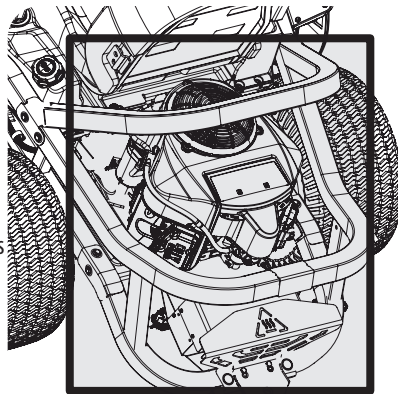

Figure 36
- Nettoyez autour des fusibles, les deux côtés des ailettes de refroidissement des transmissions, le collecteur d'échappement, le câblage électrique et les faisceaux, le tuyau du silencieux, le pare-chaleur du silencieux, les grilles d'entrée d'air du moteur et les ailettes de refroidissement, entre autres. Voir Figure 36.